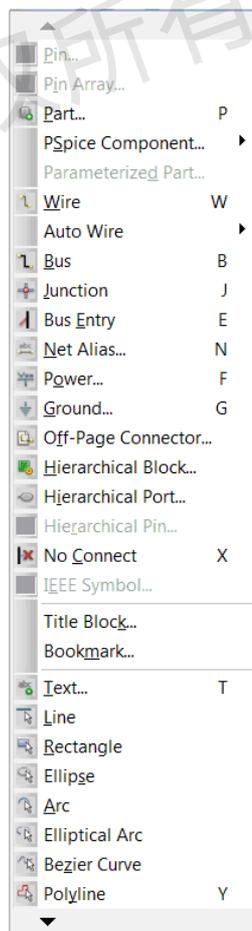
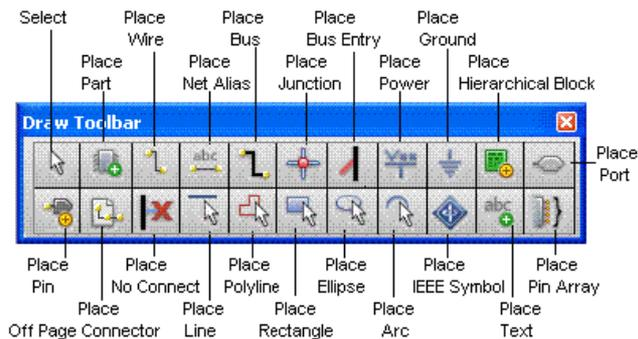

图 2-10 Place 主命令菜单
图 2-13 电路图绘制工具按钮
在 Page Editor 窗口中,电路图的绘制是通过执行 Place 主命令菜单中的各种子命令完成的,因此这也是在绘制电路图过程中使用最频繁的一条命令。按其功能的不同,Place 主命令菜单(参见图 2-10)中的 32 条子命令可分为三组。由于子命令太多,在屏幕上不能同时全部显示,因此 Place 下拉菜单的顶部和底部分别有一个箭头,供用户翻滚查找。下面简要介绍这些子命令的功能。从 2.2 节开始,将详细介绍调用其中使用最频繁的几条子命令绘制、编辑和修改电路图的方法。
① 图 2-10 中的前 19 条子命令中的 Pin、Pin Array、IEEE Symbol 用于元器件符号的修改,在绘制电路图的过程中基本不会使用。
② 图 2-10 中前 19 条子命令中的其他 16 条分别用于绘制电路图中的各种不同元素,包括调用符号库中的图形绘制元器件(Part)、调用参数化元器件(Parameterized Part)、绘制互连线(Wire)、自动绘制互连线(Auto Wire)、绘制总线(Bus)、放置互连线电连接结点(Junction)、绘制总线引入线(Bus Entry)、为节点命名(Net Alias)、绘制电源符号(Power)和地线(Ground)、绘制端口连接符(Off-Page Connector)、绘制分层电路图中的框图单元(Hierarchical Block)、绘制分层式电路框图中的端口连接符(Hierarchical Port)、绘制分层式电路框图中的内部连接符(Hierarchical Pin)、放置浮置引线标志(No Connect)。其中大部分子命令的左侧都显示有代表这些子命令的工具按钮。
图 2-13 显示的是与电路图绘制 (Draw) 有关的 22 个工具按钮。其中大部分按钮分别对应于图 2-10 所示 Place 主命令菜单中的子命令。但是第一个按钮名称是 Select，没有对应的子命令。在执行 Place 主命令菜单中的任何一条子命令绘制电路图中元素时，只要单击该按钮，立即终止绘制电路元素状态，光标恢复为选择功能状态。
电路图是通过选择执行 Place 命令菜单（见图 2-10）中的有关子命令绘制的。本节在说明绘制电路图基本步骤的基础上，结合图 2-6 所示差分对电路实例，介绍几种常用电路元素的绘制方法，以及需要注意的问题。